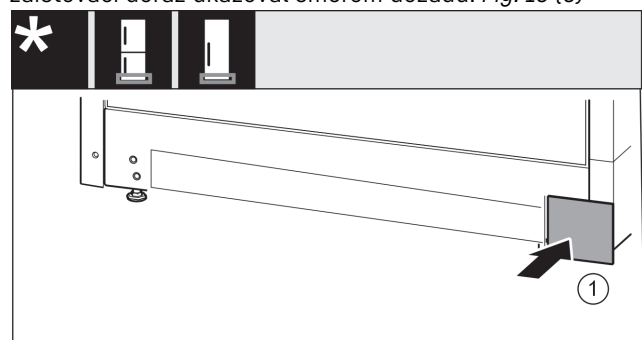

Fig. 16
- ▶ Kryt opäť nasadte na druhú stranu. Fig. 16 (1)